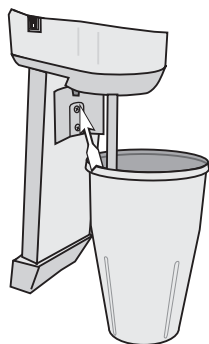

Fig. 16
- 3 Insérer le bol dans son support pour actionner le micro interrupteur de sécurité qui détermine l'entraînement du moteur (Fig. 16).